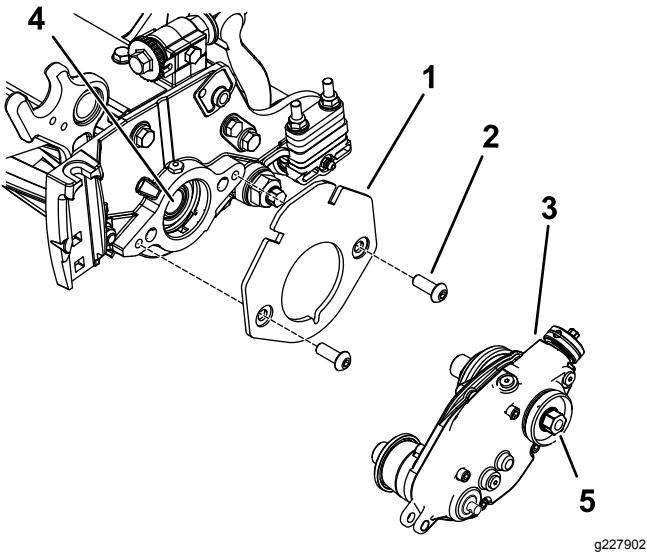

**Figura 8**
1. Individuate le scatole della trasmissione del groomer con trasmissione sinistra e destra; fate riferimento a Figura 8.